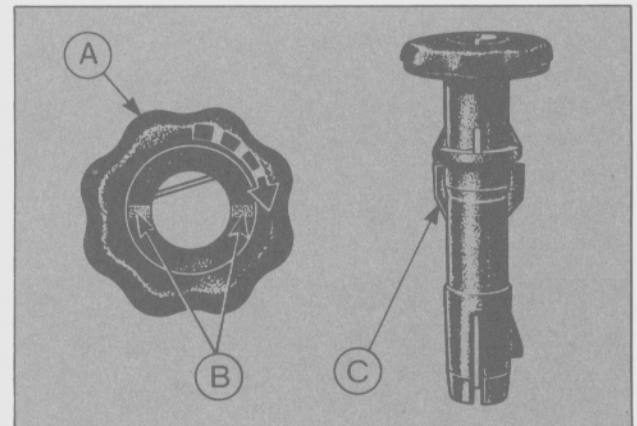

Fig. 36 - Mecanismo de traba del apoyacabezas.
- Utilizando una pinza de puntas o elemento similar, colocar los extremos de la misma en las ranuras transversales del mecanismo. Girar aproximadamente 90° en sentido antihorario (Fig. 36).